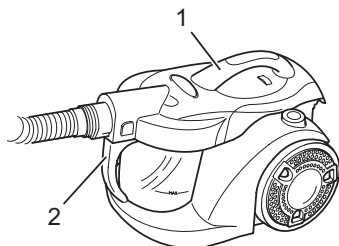

Abb. 14
- Zum **Transport** können Sie den Bodensaugsauger am Tragegriff (Abb. 14/1) oder dem Transportgriff (Abb. 14/2) tragen.